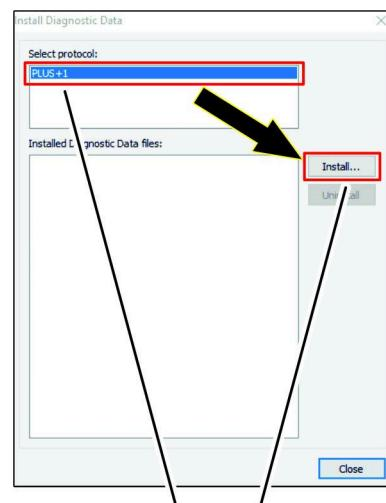

図 42
3. 診断データのインストールダイアログボックスで、PLUS+1プロトコルアイコンをクリックし、インストールアイコン (図 42) を押す。